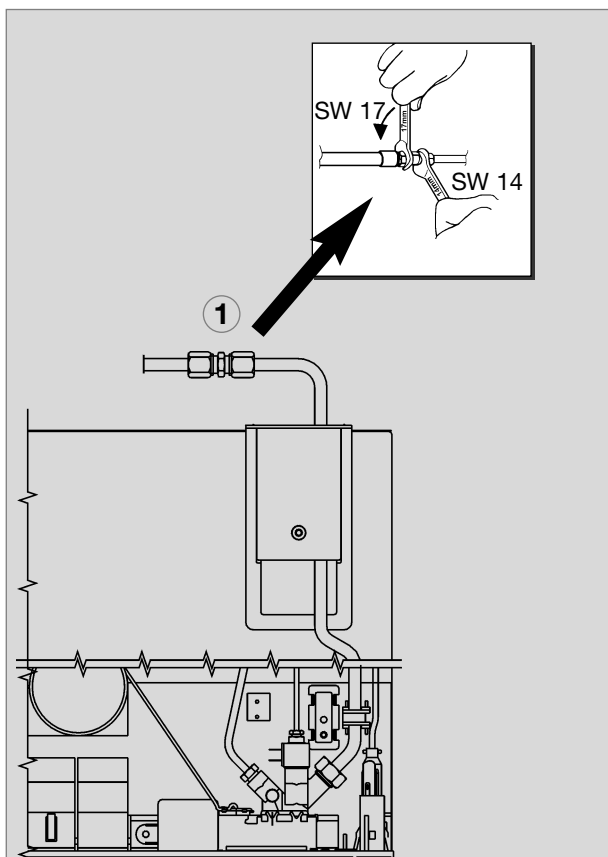

Fig. 37
- La connessione del gas all'apparecchio è effettuato tramite un manicotto (Ermeto) appropriato per il tubo L8, DIN 2353-ST, conforme alla norma EN 1949 (fig. 37,38).